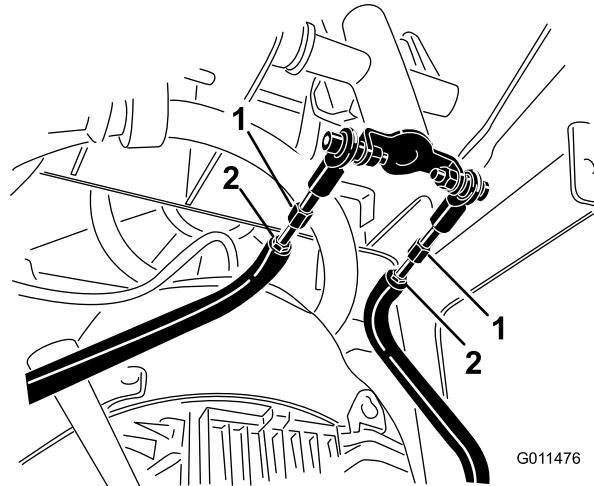

Bild 55
- D. Lösen Sie die Klemmmuttern an den Zugstangen unter dem Bedienfeld (Bild 55).